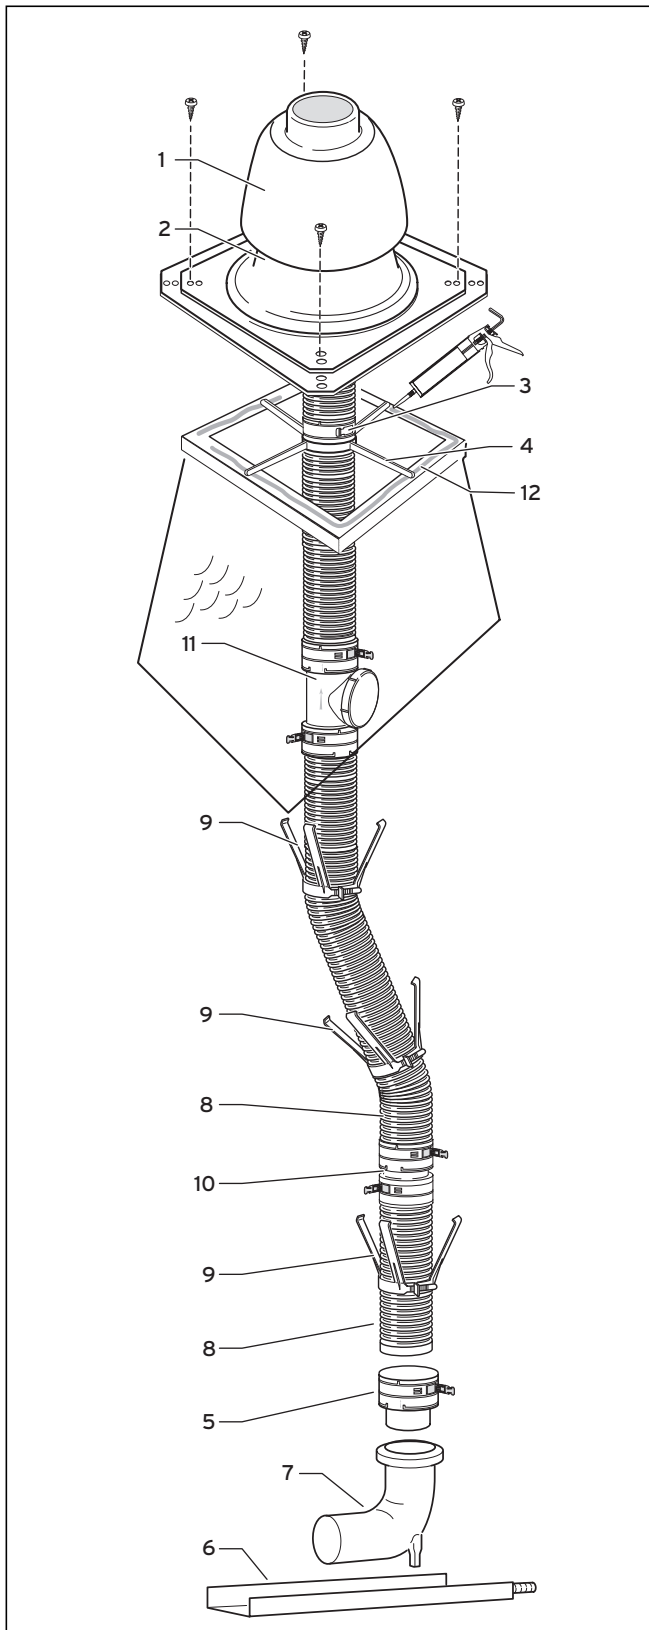

Abb. 4.37 Systemaufbau flexible Abgasleitung
- Schieben Sie das untere Ende der Abgasleitung (8) bis zum Anschlag in das Einsteckelement (5) und befestigen Sie es mit den Klick-Verschlüssen.
- Montieren Sie die Abstandshalter (9, → **Abb. 4.37**) im Abstand von maximal 2 m an der Abgasleitung.
- Schieben Sie das Montagekreuz (4) über die Abgasleitung (8), auf die Schachtwange (→ **Abb. 4.37**).
- Schieben Sie den Anschlussring (3) über die Abgasleitung (8) und fixieren Sie ihn mit den Klick-Verschlüssen über dem Montagekreuz (4). Die Abgasleitung hängt im Montagekreuz.
- Dichten Sie den Mündungsrand (12) mit Silikon ab.
- Befestigen Sie den Fuß des Schachtaufsatzes (2) mit vier Schrauben.